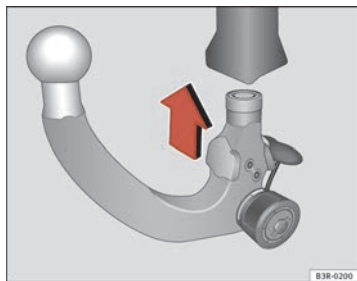

Abb. 167 Abnehmbare Anhängervorrichtung: Kugelstange einsetzen
- Führen Sie die vorgespannte Kugelstange in den Aufnahme-schacht ein und drücken Sie sie in Pfeilrichtung ⇒ Abb. 167 nach oben ⇒ ⚠. Der Verriegelungsvorgang erfolgt automatisch. Dabei muss ein deutliches Einrastgeräusch hörbar sein.